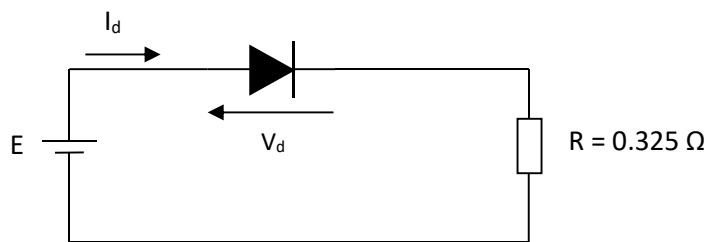

Figure 1
- 2) Quelle est la valeur de la résistance dynamique R_d pour $0.6 < I$ (A) < 3 ?
- Supposons à présent que cette diode soit insérée dans le circuit représenté sur la figure 1.